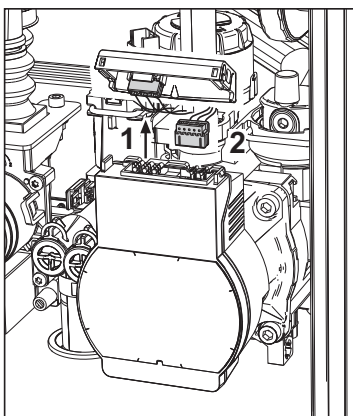

fig. 38
- Desconecte la corriente del circulador abriendo las conexiones y levantando el elemento "1" de la fig. 38.